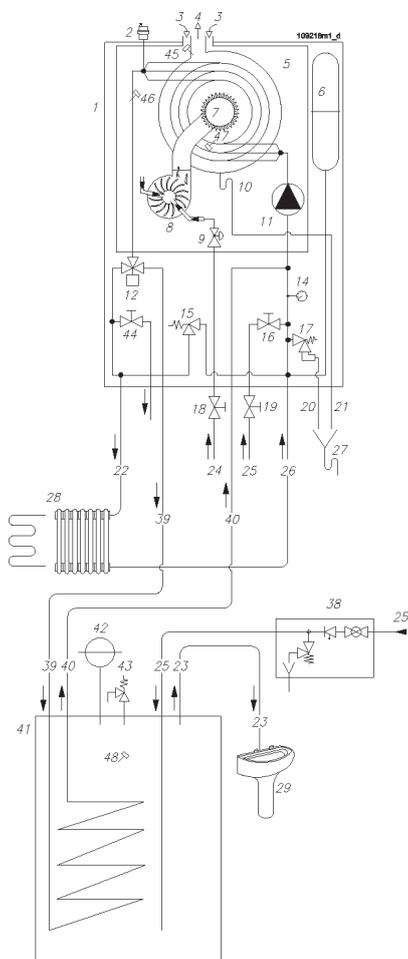

Рис.4 Гидравлическая схема
- NOVADENS - "B". С этим котлом можно выполнить установку для производства ГСВ включив в систему накопительный бойлер типа BWR или эквивалентный и систему отопления с нагревательными элементами, работающими при температуре от 30°C до 80°C пример данной установки на рис.4
- NOVADENS -- B0834. с этим котлом можно выполнить установку для производства ГСВ с накопительным бойлером типа BWR или эквивалентным и систему отопления с нагревательными элементами, работающими при температуре от 20°до 45°C. пример этого выполнения на рис. 4